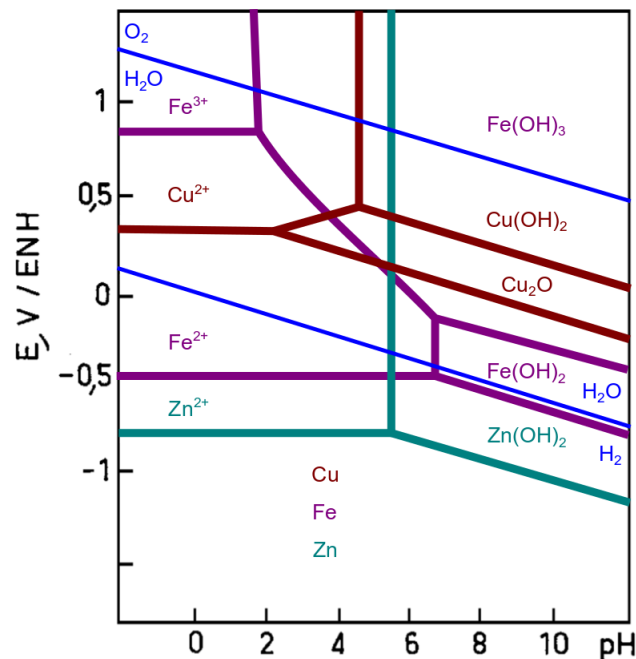

Figure 5 – Diagrammes potentiel-pH du zinc, du cuivre et du fer superposés, $c_{tra} = 1 \text{ mol/L}$ (Source : BUP vol. 97).
- **Lixiviation neutre** : la solution est rendue très oxydante. Tous les ions fer (II) sont convertis en ions fer (III). On augmente ensuite progressivement le pH de la solution jusqu'à 5. On peut ainsi faire précipiter sélectivement le fer en $Fe(OH)_3$, tandis que les ions zinc et cuivre restent en solution (figure 5). Après filtration, on a éliminé tout le fer de la solution ;
- **Cémentation** : les ions Cu^{2+} est réduit par ajout de poudre de zinc car leurs domaines sont disjoints et les ions cuivre (II) sont plus oxydants que l'eau. Le choix d'utiliser du zinc comme réducteur est stratégique : il permet de ne pas introduire de nouvelles espèces en solution ;